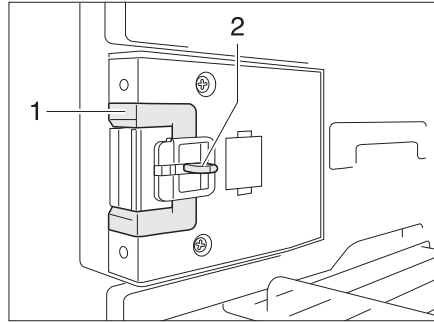
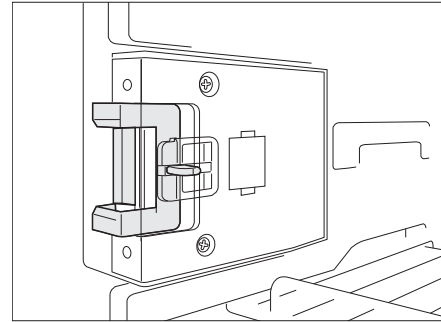

Bild 332 Verschlusseinrichtung in Normalstellung
Bild 333 Verschlusseinrichtung in Lüftungsstellung
- Die Entriegelung (Bild 332,2) eindrücken.
- Die Verschlusseinrichtung (Bild 332,1) nach vorn schieben (Bild 333).